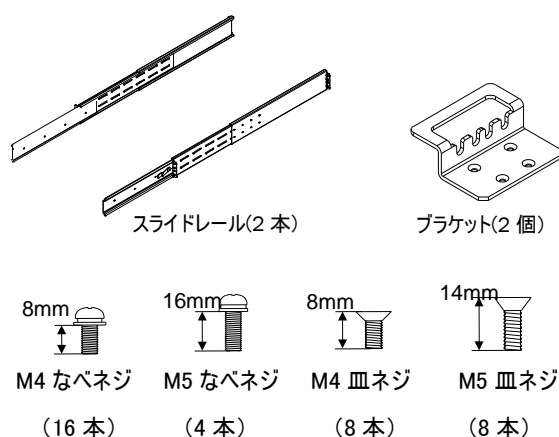

図 2-5 ラックマウント用キットおよび付属品
1. レールキットからスライドレール 2 本、M4 なべねじ、M5 皿ネジを取り出し、UPS およびバッテリーキャビネット付属品のブラケット 2 個と M4 皿ネジを取り出します(図 2-5)。